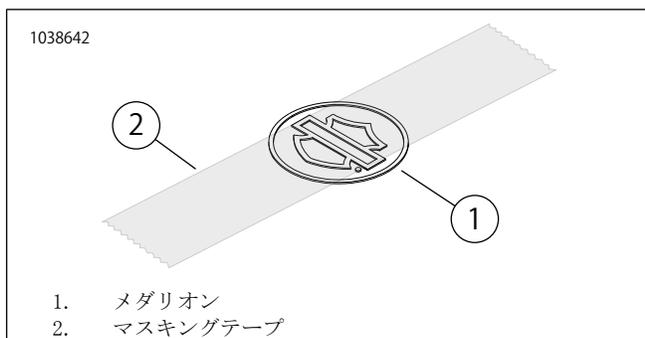

図2。メダリオンをテープを塗布します。
2. 図2メダリオン(1)のバー&シールドの中心上に、マスキングテープ(2)を3インチ貼ります。
4. 図2メダリオンをブラケットに取り付けます。